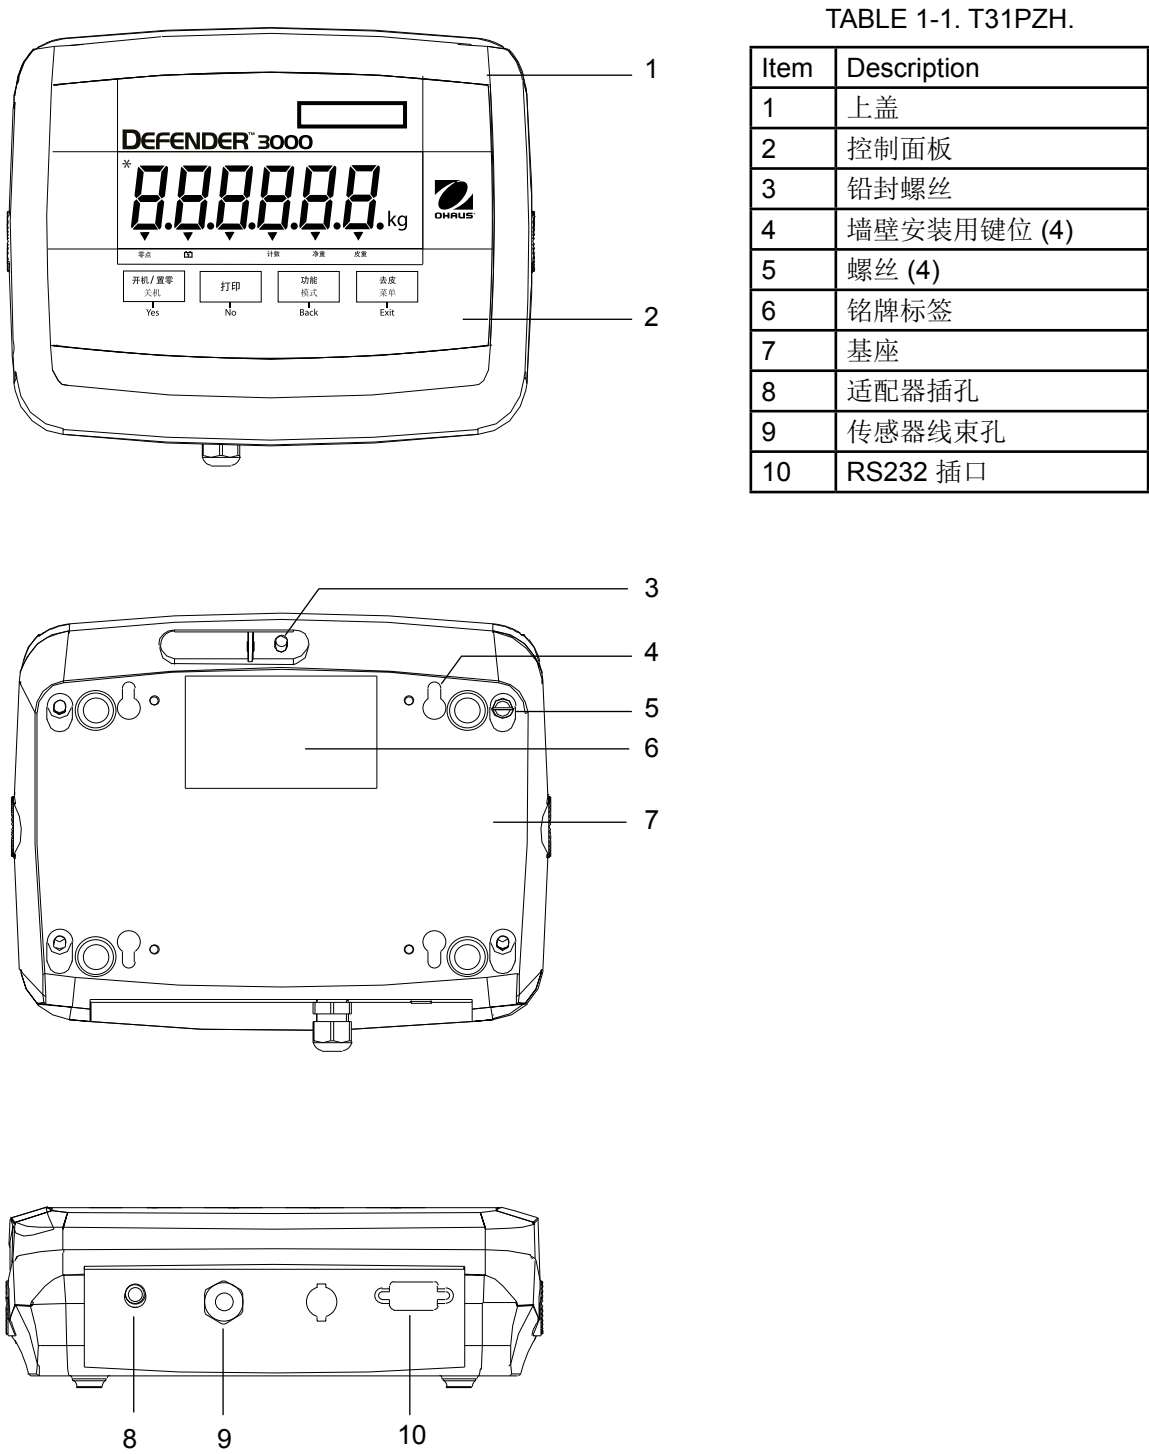

Figure 1-1. T31PZH 仪表.
请按图示连接方式将RS232 线束连接到 RS232 插口上 (Figure 1-1, item 11).
将电源适配器连接到适配器插孔中 (Figure 1-1, item 9), 然后将适配器插到外部电源上.